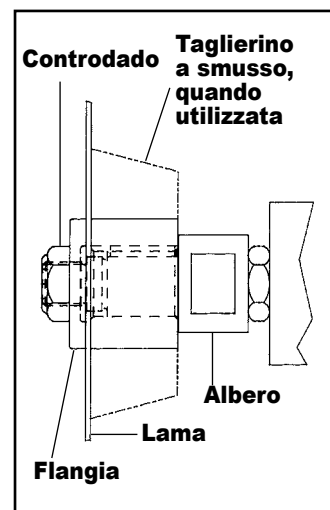

FIG. 3
- b. Albero lungo (per taglio e smussatura di PVC): installare la taglierina a smusso (bordo piccolo verso il motore) o il distanziatore dell'albero (solo per operazioni di taglio) sulla chiavetta dell'albero. Installare la lama sulla spalla dell'albero di diametro 5/8 (Fig. 3). Installare la flangia con il lato scaricato verso la lama e stringere il controddado. Tenendo una chiave (fornita) sulle parti piatte dell'albero da 7/8, stringere il controddado dell'albero. La lama deve posizionarsi completamente sulla spalla dell'albero ed essere allineata alla taglierina a smusso o al distanziatore dell'albero.